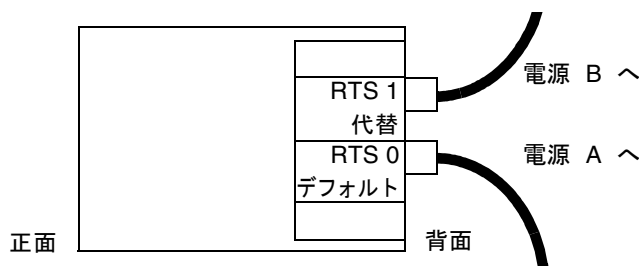

図 3-2 1つのRTUアセンブリおよび2つの独立したAC電源での構成
- 1つのRTUアセンブリおよび2つの独立したAC電源を使用する構成では、システムの背面に2本のケーブルを接続します (図3-2)。